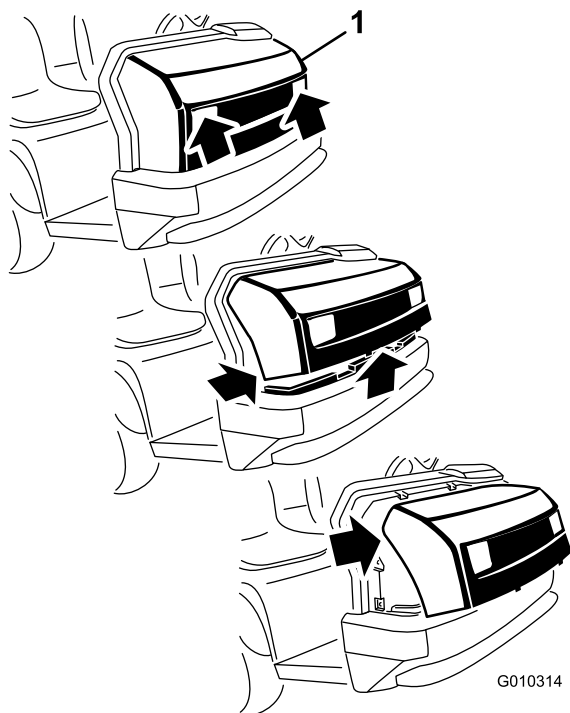

Figura 37
1. Sujete el capó por los orificios de los faros y levántelo para poder liberar las pestañas de montaje inferiores de las ranuras del bastidor (Figura 37).
2. Gire hacia arriba la parte inferior del capó hasta que pueda retirar las pestañas de montaje superiores de las ranuras del bastidor (Figura 37).
3. Gire hacia adelante la parte superior del capó y desenchufe los conectores de cable de los faros (Figura 37).